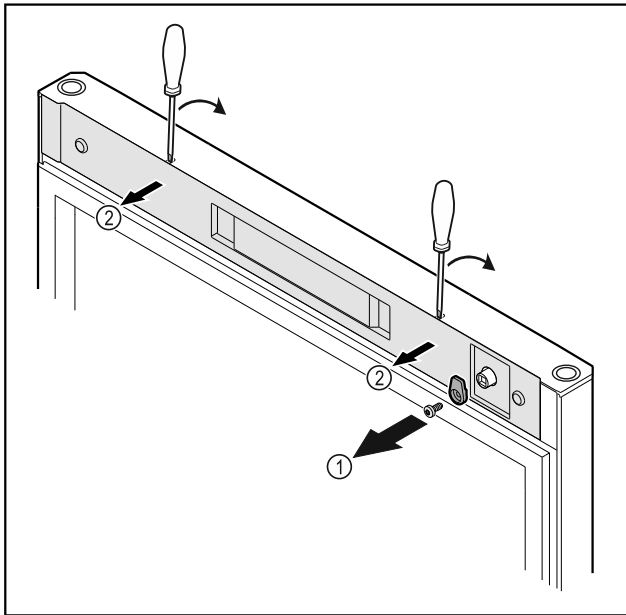

Fig. 18
- Lironi vidat e grepit të mbylljes Fig. 18 (1).
- Nxirrni nga foleja kapakun mbulues Fig. 18 (2) me një kaçavidë të vogël dhe hiqeni.